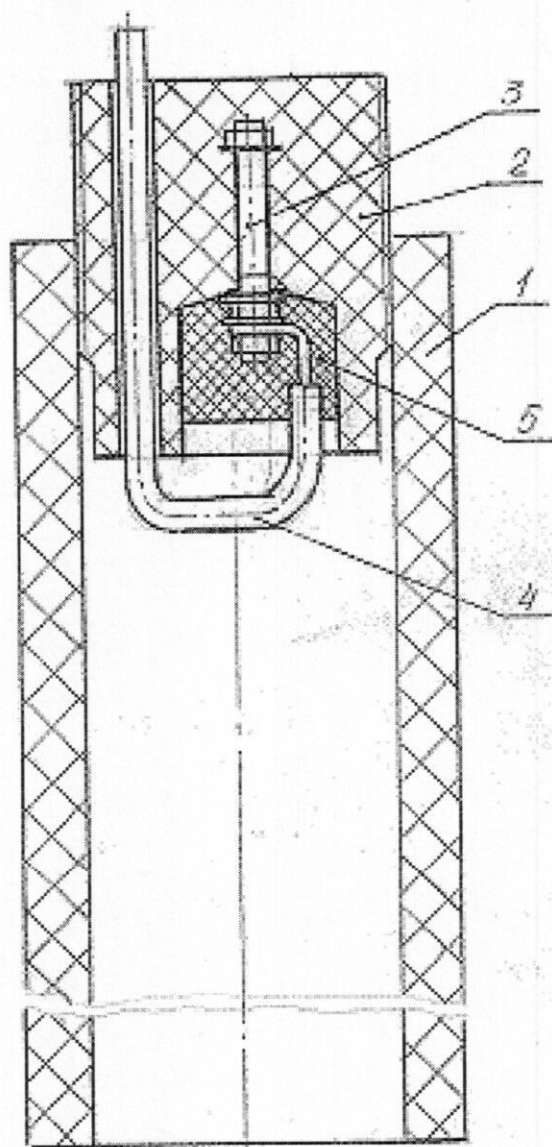

Рис.1. Конструкция одноэлектродного заземлителя и варианты соединения питающего провода (кабеля) с соединителем-токовводом.
3.2. Одноэлектродный заземлитель (рис.1) состоит из электрода 1, в резьбовой конец которого ввернут соединитель-токоввод 2 электрически соединенный посредством шпилечного (шпилька-гайка) соединения с питающим кабелем 4. Монтажные отверстия залиты изоляционной массой (эпоксидной смолой или битумом) 5. Причем в вертикальных заземлителях отверстия с питающим кабелем заливают только на 40-50% его глубины для создания в отверстиях газовой полости,предотвращающей утечку анодного тока с металлических элементов токоввода в случае некачественной изоляции.